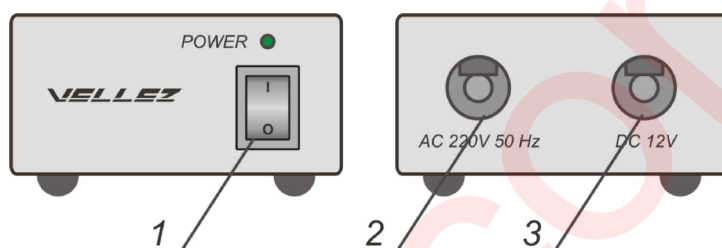

Рисунок 9
- 3.4 Размещение органов управления блока питания приведено на рис. 9